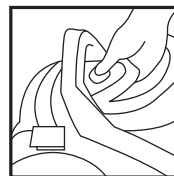
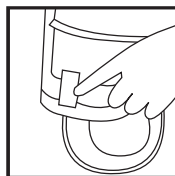

Рис. 4
Рис. 5
- Рекомендуется удалять пыль и мусор из контейнера-пылесборника (11) после каждой уборки помещения.
- Выключите пылесос, нажав на клавишу включения/выключения (13), выньте вилку шнура питания из электрической розетки.
- Возьмитесь за ручку (15), нажмите на фиксатор (14) и снимите контейнер-пылесборник (11) (рис. 4).
- Расположите контейнер-пылесборник (11) над мусорным ведром.
- Нажмите на фиксатор (22) и откройте нижнюю крышку (23) (рис. 5).
- Удалите пыль и мусор из контейнера-пылесборника (11).
- Закройте крышку (23).
- Установите контейнер-пылесборник (11) на место, убедитесь в надёжной фиксации контейнера-пылесборника (11).